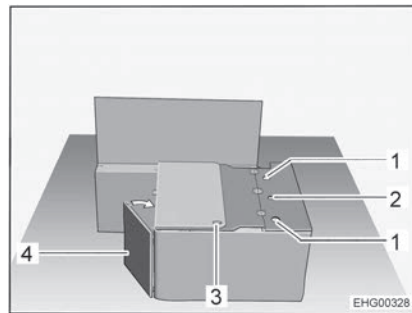

Bild 34 Während des Umbaus
- Vordere Sitztruhewand (Bild 34,4) in Richtung Seitenwand schwenken.
- Sicherheitsgurt mit Gurtschloss durch die Öffnung (Bild 34,3) im Sitztruhendeckel herausführen.
- Rückenlehne des Stecksitzes in die seitlichen Halterungen (Bild 34,1) stecken und Sterngriffschraube an der mittleren Halterung (Bild 34,2) handfest anziehen.